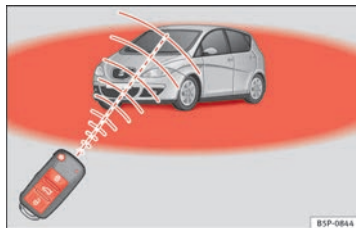

Abb. 60 Wirkungsbereich der Funk-Fernbedienung
- Die Funk-Fernbedienung funktioniert nur, wenn Sie sich im Wirkungsbereich befinden ⇒ Abb. 60 (roter Bereich).
- Wird das Fahrzeug mit der Taste  ① entriegelt und innerhalb der nächsten 30 Sekunden keine Tür oder die Heckklappe geöffnet, verriegelt sich das Fahrzeug automatisch wieder. Diese Funktion verhindert ein unbeabsichtigtes dauerhaftes Entriegeln des Fahrzeuges.